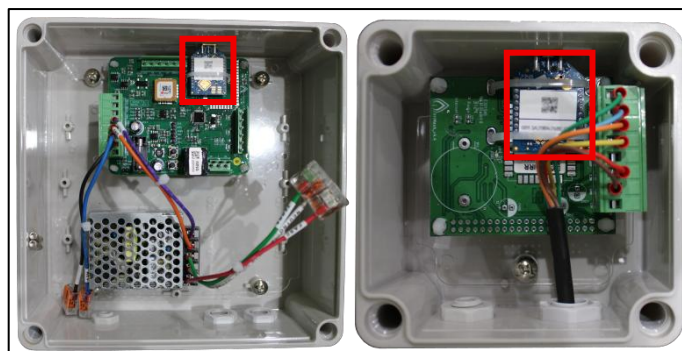

Figura 28 - Etiqueta del módulo XBee del GPS y del Irrimesh.
- B. En la primera página (1/2), acceda al campo “GPS” y complételo con el número de serie (ID) del radio del GPS, utilizando los caracteres disponibles en la pantalla.
El número de serie (ID) del radio del GPS está disponible en la etiqueta fijada en el módulo XBee en el interior del equipo, como se muestra en la Figura 28.